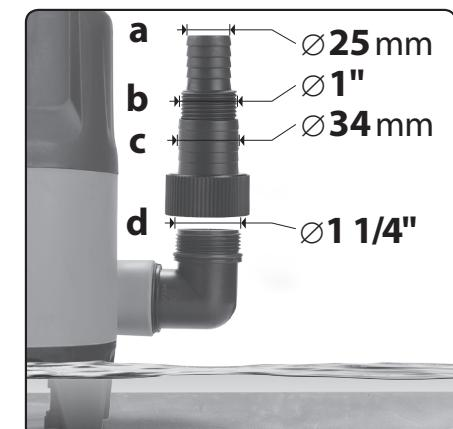

Abb. 4
- Schrauben Sie in die Ausgangsoffnung der Pumpe das Anschlussstück für den Schlauch ein (Abb. 4).